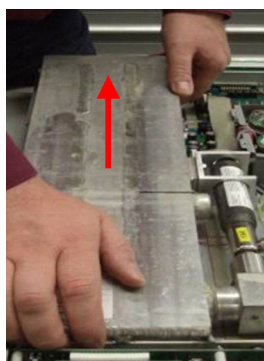

Fig. 89: Estrazione del serbatoio
15. ▶ Sollevare il serbatoio nell'area posteriore, quindi estrarlo verso indietro con cautela (Fig. 89).